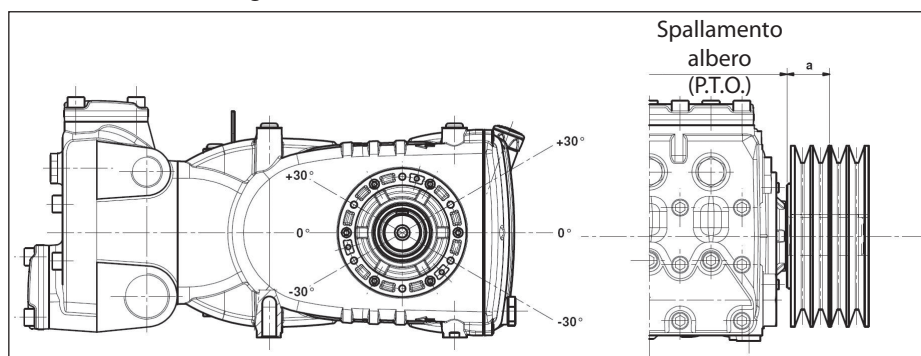

Fig. 10
Il carico radiale sull'albero non deve essere superiore a 7500 N (valore necessario per la definizione del Lay-out). La trasmissione è considerata adeguata se tale carico è applicato ad una distanza massima $a=40$ mm dallo spallamento dell'albero (P.T.O) come indicato in Fig. 10.
- b) Utilizzare cinghie ad alto rendimento - per esempio **XPB** invece di **SPB** - in quanto risulterà necessaria una quantità inferiore di cinghie a parità di potenza trasmessa ed una conseguente distanza inferiore della risultante rispetto allo spallamento dell'albero (P.T.O.) "a" di Fig. 10.